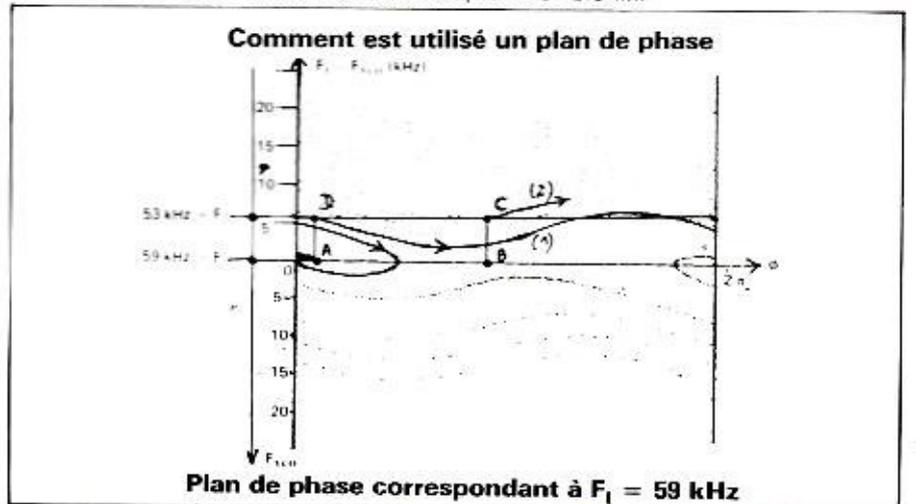

FIGURE 12
On constate ainsi (figure 12) que pour les conditions initiales : $F_0 = 53 \text{ kHz}$, $\phi = 0$ (régime PULL-OUT), on est la limite du verrouillage sans cycle slip (courbe (1)); alors que pour $F_0 = 53 \text{ kHz}$, $\phi = \pi - PF$ (régime PULL-IN) il y aura sans doute (courbe 2) 2 cycles slip.